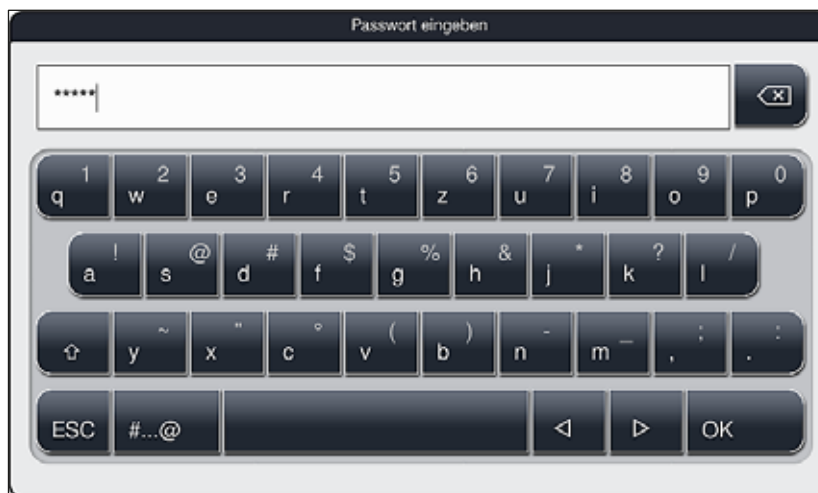

Abb. 24
2. Daraufhin wird eine Tastatur (→ "Abb. 24") angezeigt, über die das Passwort eingegeben werden kann.